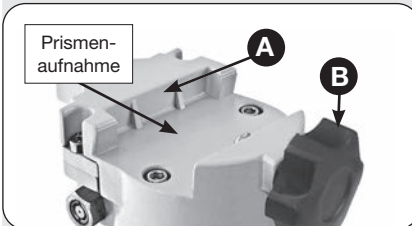

Abb. 7: Prismenaufnahme am Schaft der Montierung
7. Anbringen der Prismenschiene an der Montierung (Halterung): Entfernen Sie den Tubus aus der Rohrschelle und schieben Sie die mit den Rohrschellen verbundene Prismenschiene (11, Abb. 1a) in die Prismenaufnahme (siehe Abb. 7). Die Schwalbenschwanz-Basis der Schiene paßt in die Prismenaufnahme der Montierung (A, Abb. 7). Ziehen Sie die Prismen-feststellschraube (B, Abb. 7) gut an. Setzen Sie den Tubus in die Schellen ein und drehen Sie die Tubus-Klemmschrauben handfest an.